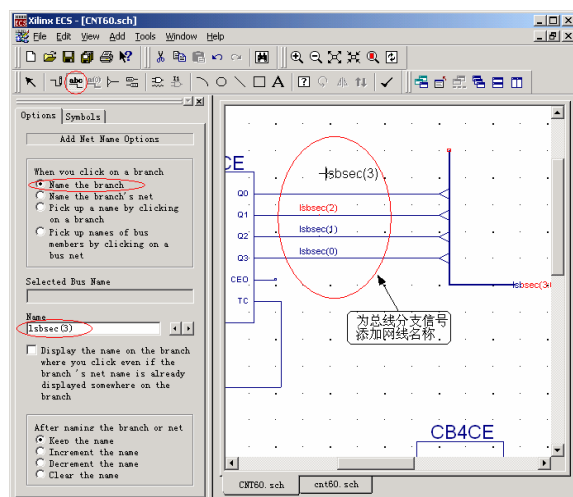

图9-11 为总线分支信号添加网线名称
- (4) 最后为总线的信号添加网线名称(参见图9-11)。总线分支信号网线名称格式为“BusName (a)”,其中“BusName”为总线名称,“a”为在总线 MSB 与